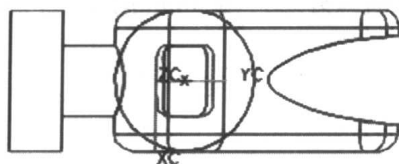

图 1-28 绘制圆弧
(1) 单击鼠标右键把视图更改为右视图, 利用 Basic Curves→Circle, 以点 $(0, 8, 0)$ 为圆心做一直径为 $D=40\text{mm}$ 的圆, 如图 1-28 所示。